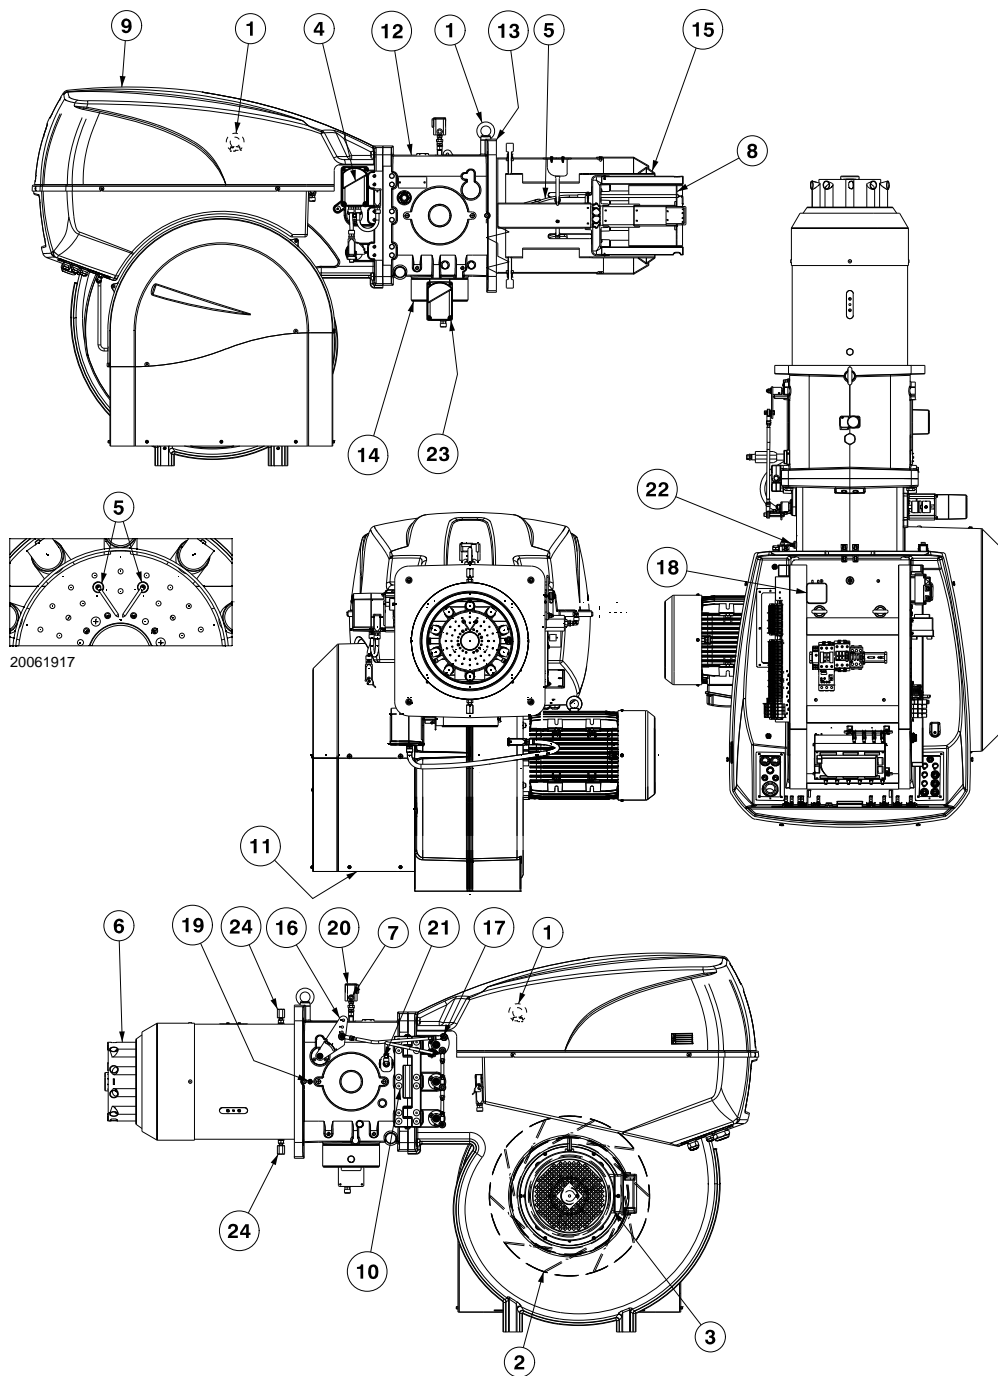

图 4
(1) 参考条件 : 环境温度 20°C - 燃气温度 15°C - 大气压力 1013 mbar - 海拔 0 m a.s.l.
(2) 炉膛压力为 0 且燃烧器处于最大出力时, 压力测试点 5) (图 4) 处的压力。
(3) 噪音测试在制造商燃烧室内进行, 燃烧器以最大出力在测试锅炉上运行, 根据 EN 15036-1 标准进行测试, 测试误差为 $\sigma = \pm 1.5$ dB。